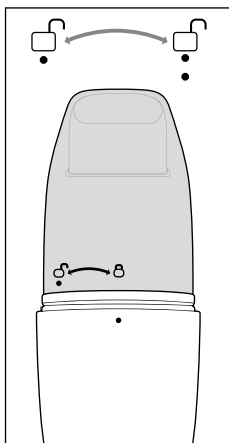
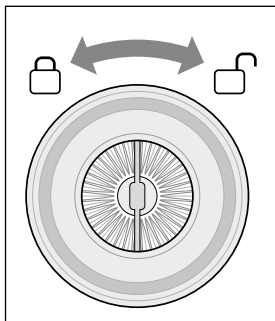

Fig. 6
Fig. 9
1. Quando si apre il contenitore di raccolta dello sporco ❸ prestare attenzione ai segni ● sotto il simbolo □ del contenitore di raccolta dello sporco ❸ e sul bordo dell'apparecchio. Sostenere l'apparecchio dall'impugnatura ❹ e ruotare il contenitore di raccolta dello sporco ❸ fino a far coincidere i due segni (vedere fig. 6).
6. Riapplicare il contenitore di raccolta dello sporco **3** all'apparecchio. Nel farlo, assicurarsi che i due segni ● sotto il simbolo  del contenitore di raccolta dello sporco **3** e sul bordo dell'apparecchio coincidano (vedere fig. 6). Ruotare il contenitore di raccolta dello sporco **3** finché il segno ● sul bordo dell'apparecchio non viene a trovarsi sotto il simbolo  del contenitore di raccolta dello sporco **3** e il contenitore di raccolta dello sporco **3** non s'innesta con uno scatto nell'apparecchio.
3. Svuotare il filtro della polvere ❸ e l'alloggiamento filtro ❹ in un secchio dei rifiuti battendovi sopra.
4. Pulire il filtro della polvere ❸ e l'alloggiamento filtro ❹ con acqua di rubinetto, poi lasciarli asciugare completamente all'aria.
5. Reinserire il filtro della polvere ❸ nell'alloggiamento filtro ❹ e ruotarlo verso sinistra su  fino ad innestarlo saldamente nell'alloggiamento filtro ❹ (vedere fig. 9).
6. Reinserire il filtro della polvere ❸ con l'alloggiamento filtro ❹ nel contenitore di raccolta dello sporco ❸. Assicurarsi che il filtro della polvere ❸ sia dritto dentro il contenitore di raccolta dello sporco ❸ e che il bordo di gomma del contenitore di raccolta dello sporco ❸ chiuda a tenuta.
7. Riapplicare il contenitore di raccolta dello sporco ❸ all'apparecchio. Nel farlo, assicurarsi che i due segni ● sotto il simbolo  del contenitore di raccolta dello sporco ❸ e sul bordo dell'apparecchio coincidano (vedere fig. 6). Ruotare il contenitore di raccolta dello sporco ❸ finché il segno ● sul bordo dell'apparecchio non viene a trovarsi sotto il simbolo  del contenitore di raccolta dello sporco ❸ e il contenitore di raccolta dello sporco ❸ non s'innesta con uno scatto nell'apparecchio.